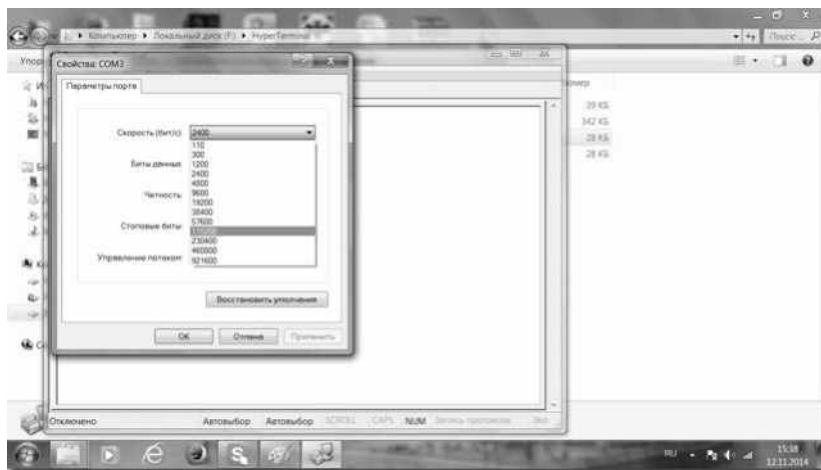

Рис. 23
4.8. В появившемся окне «Свойства порта» выбираем скорость 115200 бит/с и нажимаем «ОК» (рис. 23).